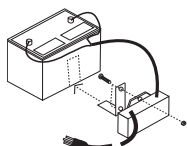

Figure 1. Montage du chargeur
1. Attachez le support de montage fourni au chargeur à l'aide des deux vis et des deux écrous tel qu'illustré à la figure 1.